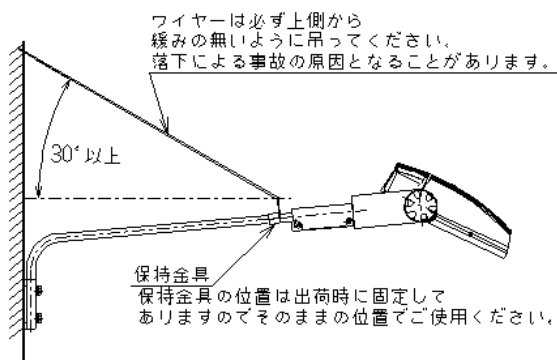

図 3(ワイヤー取付方法)
- ワイヤー取付穴を利用して必ずステンレスワイヤー(φ1.5以上)で両側から保持してください。保持による補強を行わないと、器具落下による事故の原因となります。また、ワイヤーの端部は素線が切れないように施工し、各部のネジをしっかりと締付けてください。(図3)